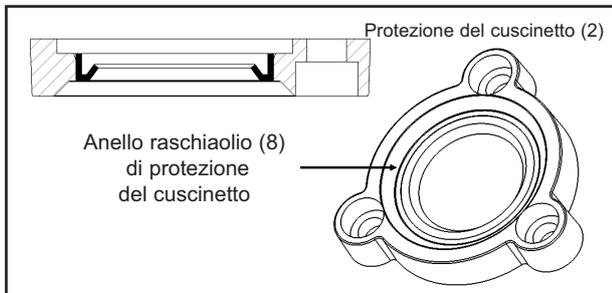

Figura 22
6. Lubrificare leggermente una guarnizione per ritenuta grasso nuova (8) della testata. Aiutandosi con un posa guarnizione di dimensione adeguata spingerla nell'alloggiamento del cuscinetto, chiusure verso l'alto, di fronte al cuscinetto ; vedi figura 22.